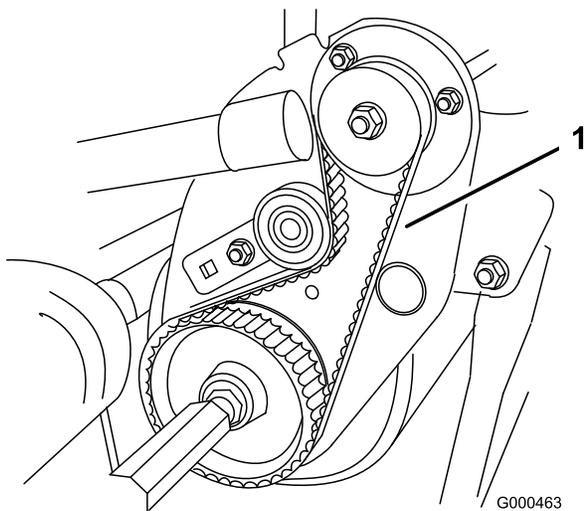

図 46
2. プーリ間の中央でベルト (図 46) を指で押して点検する。押す力は 1.8 ± 0.5 kg 程度。4.8~7.9 mm 程度のたわみが出るのが適正である。たわみの量が適正でない場合は以下の手順へ進む。